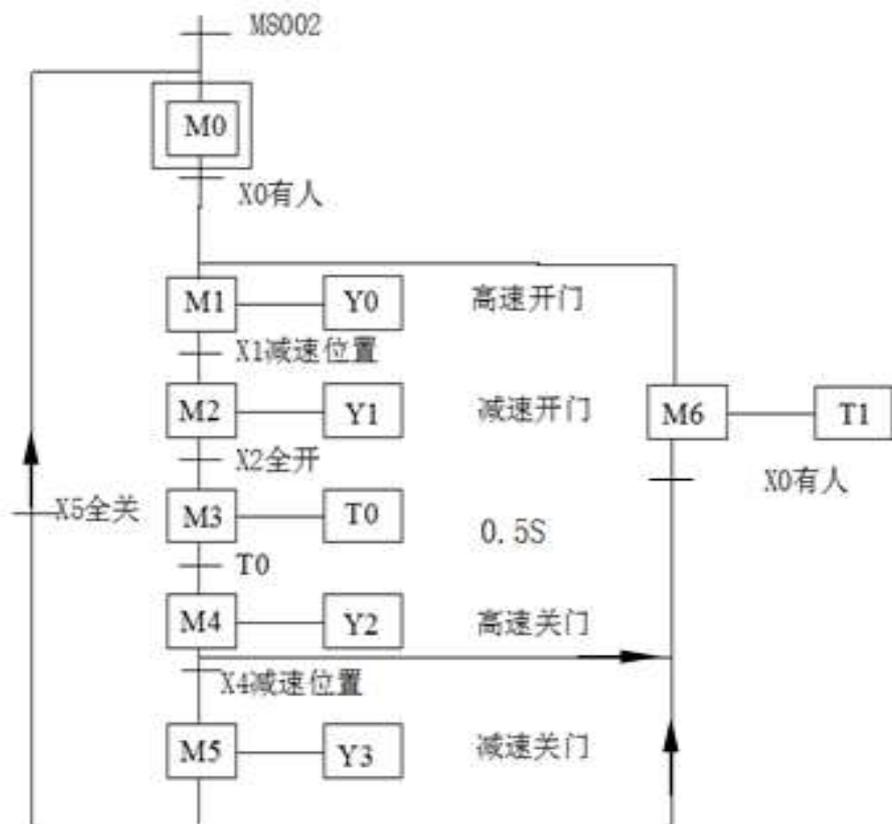

图7.60 自动门控制系统的顺序功能图
**例7-12** 自动门控制程序。如图7-60所示为自动门控制系统的顺序功能图。人靠近自动门时，感应器X0为ON，Y0驱动电动机高速开门，碰到开门减速开关X1时，变为减速开门。碰到开门极限开关X2时电动机停转，开始延时。若在0.5 s内感应器检测到无人，Y2启动电动机高速关门。碰到关门减速开关X4时，改为减速关门。碰到关门极限开关X5时电动机停转。在关门期间若感应器检测到有人，停止关门，T1延时0.5 s后自动转换为高速开门。完成上述控制要求的PLC程序如图7.60所示。